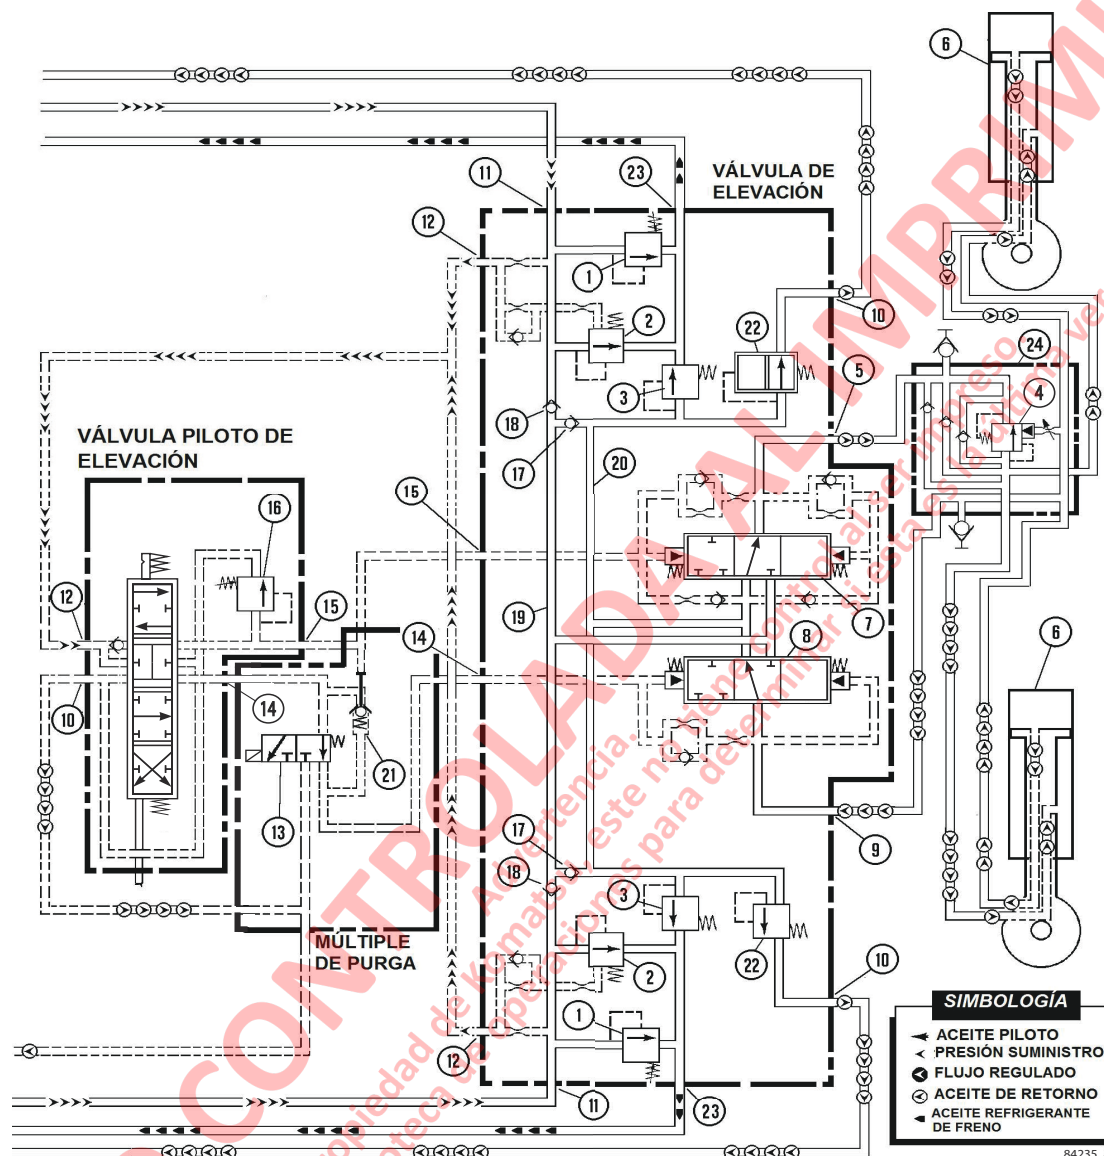
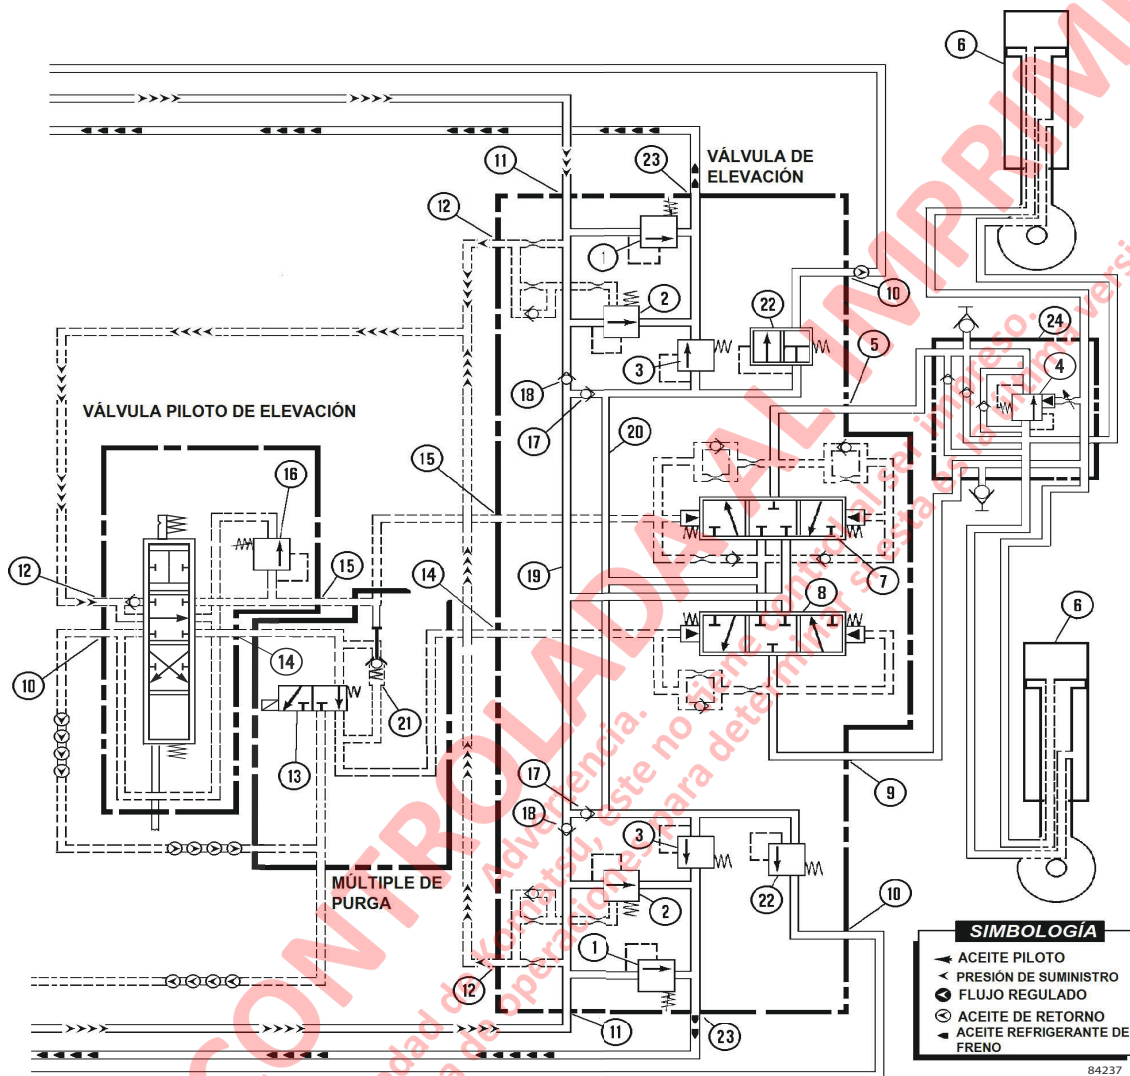

FIGURA 7-5. POSICIÓN FLOTACIÓN (FLOAT)
FIGURA 7-7. POSICIÓN DE SUJECIÓN (HOLD)
La Figura 7-5 muestra la posición de la válvula piloto de elevación cuando la tolva del camión está descansando sobre el bastidor. Sin embargo, las válvulas internas de la válvula de elevación y los carretes estarán en la posición que aparece en la Figura 7-7.
El aceite proveniente de la bomba de elevación entra en las secciones de entrada de la válvula de elevación en el puerto (11), pasa a través de la válvula de retención (18) y se detiene en el paso de alta presión cerrado (19) en los dos carretes principales (7) y (8) como se muestra en la Figura 7-5.
Operación de sujeción (Figura 7-7)